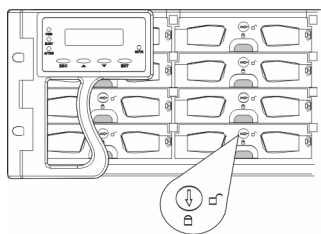

Bild 6.3 Drehen des Schlosses am Laufwerkeinschub
4. Schließen Sie die Frontklappe des Laufwerkeinschubs. Achten Sie darauf, dass die Frontklappe richtig schließt, damit der SATA-Anschluss an der Rückseite des Laufwerkeinschubs richtig mit dem entsprechenden Anschluss auf der Mittelplatine verbunden ist. Wenn die Frontklappe nicht richtig schließt, besteht keine sichere Verbindung zwischen der Festplatte und dem Subsystem. Drehen Sie zum Verriegeln der Klappe das Schloss, bis das Schlüsselloch senkrecht steht (siehe *Bild 6.3*).